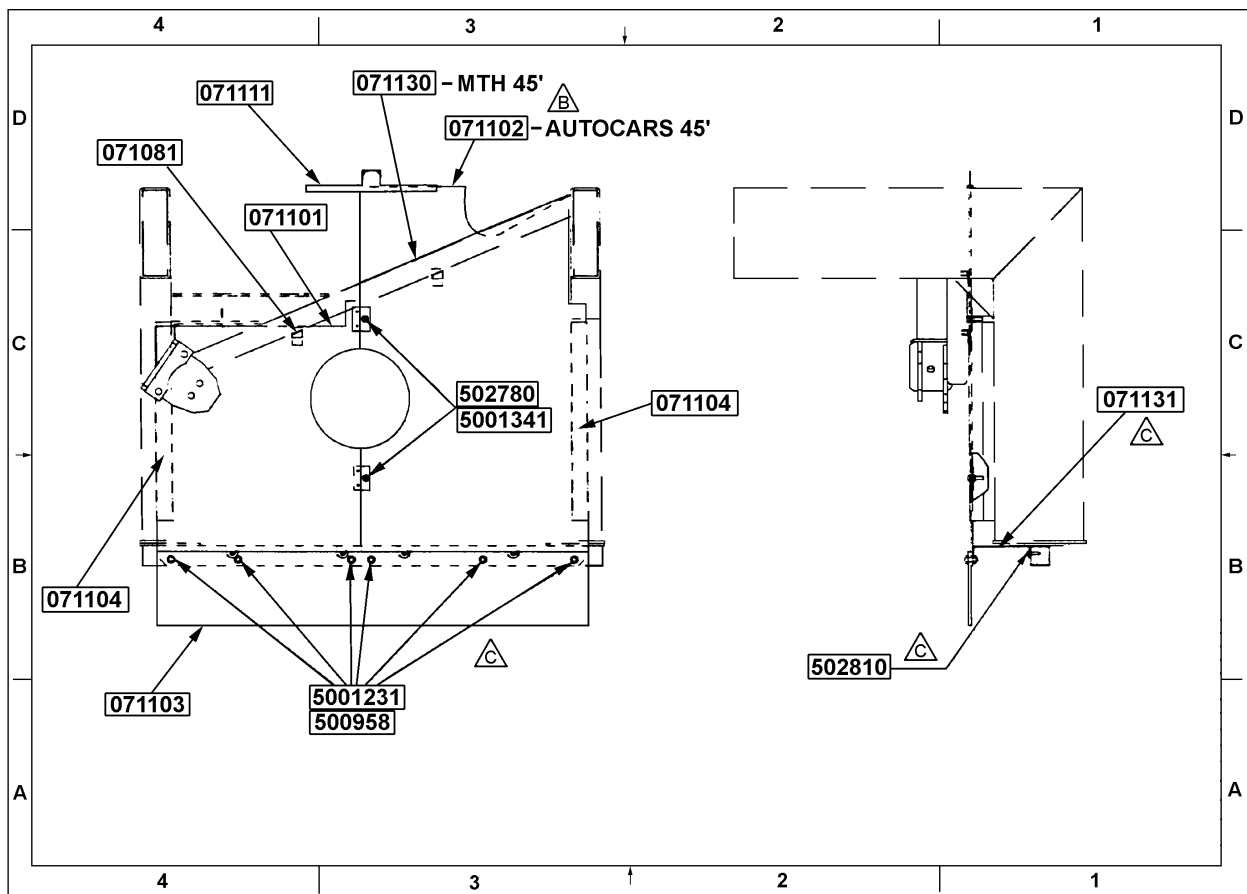
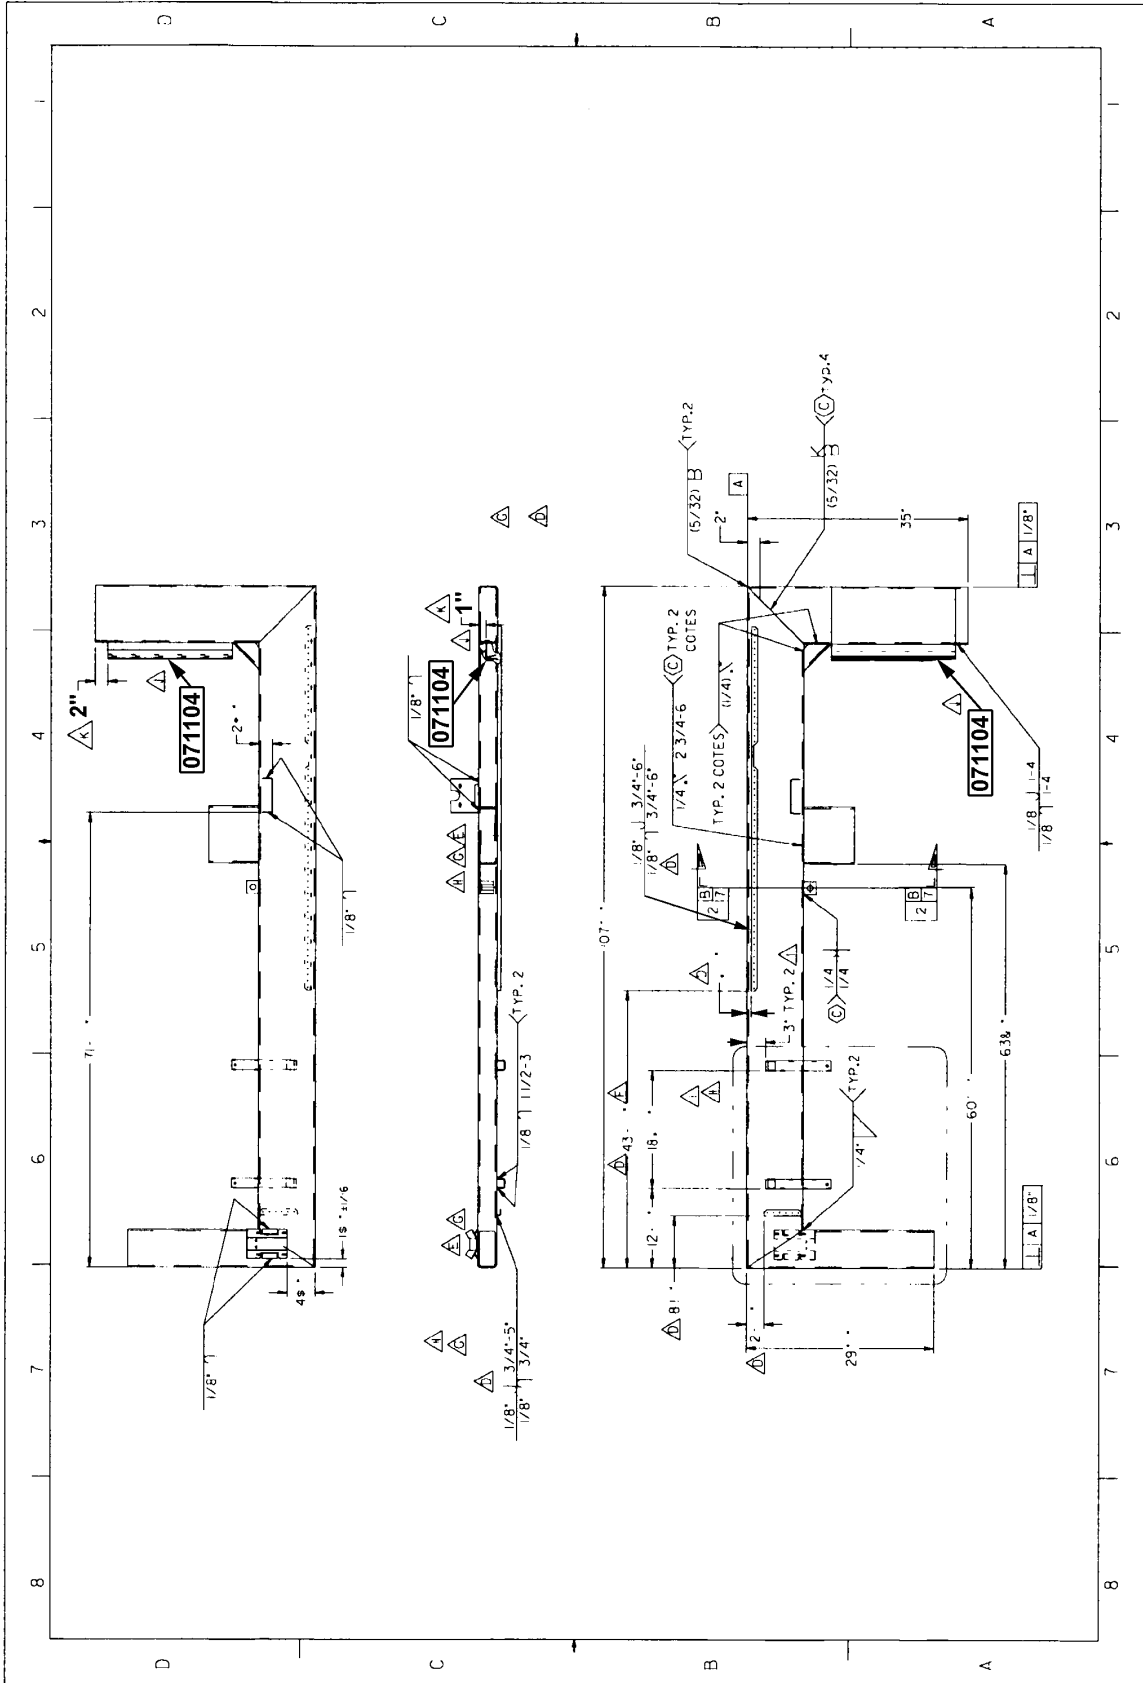
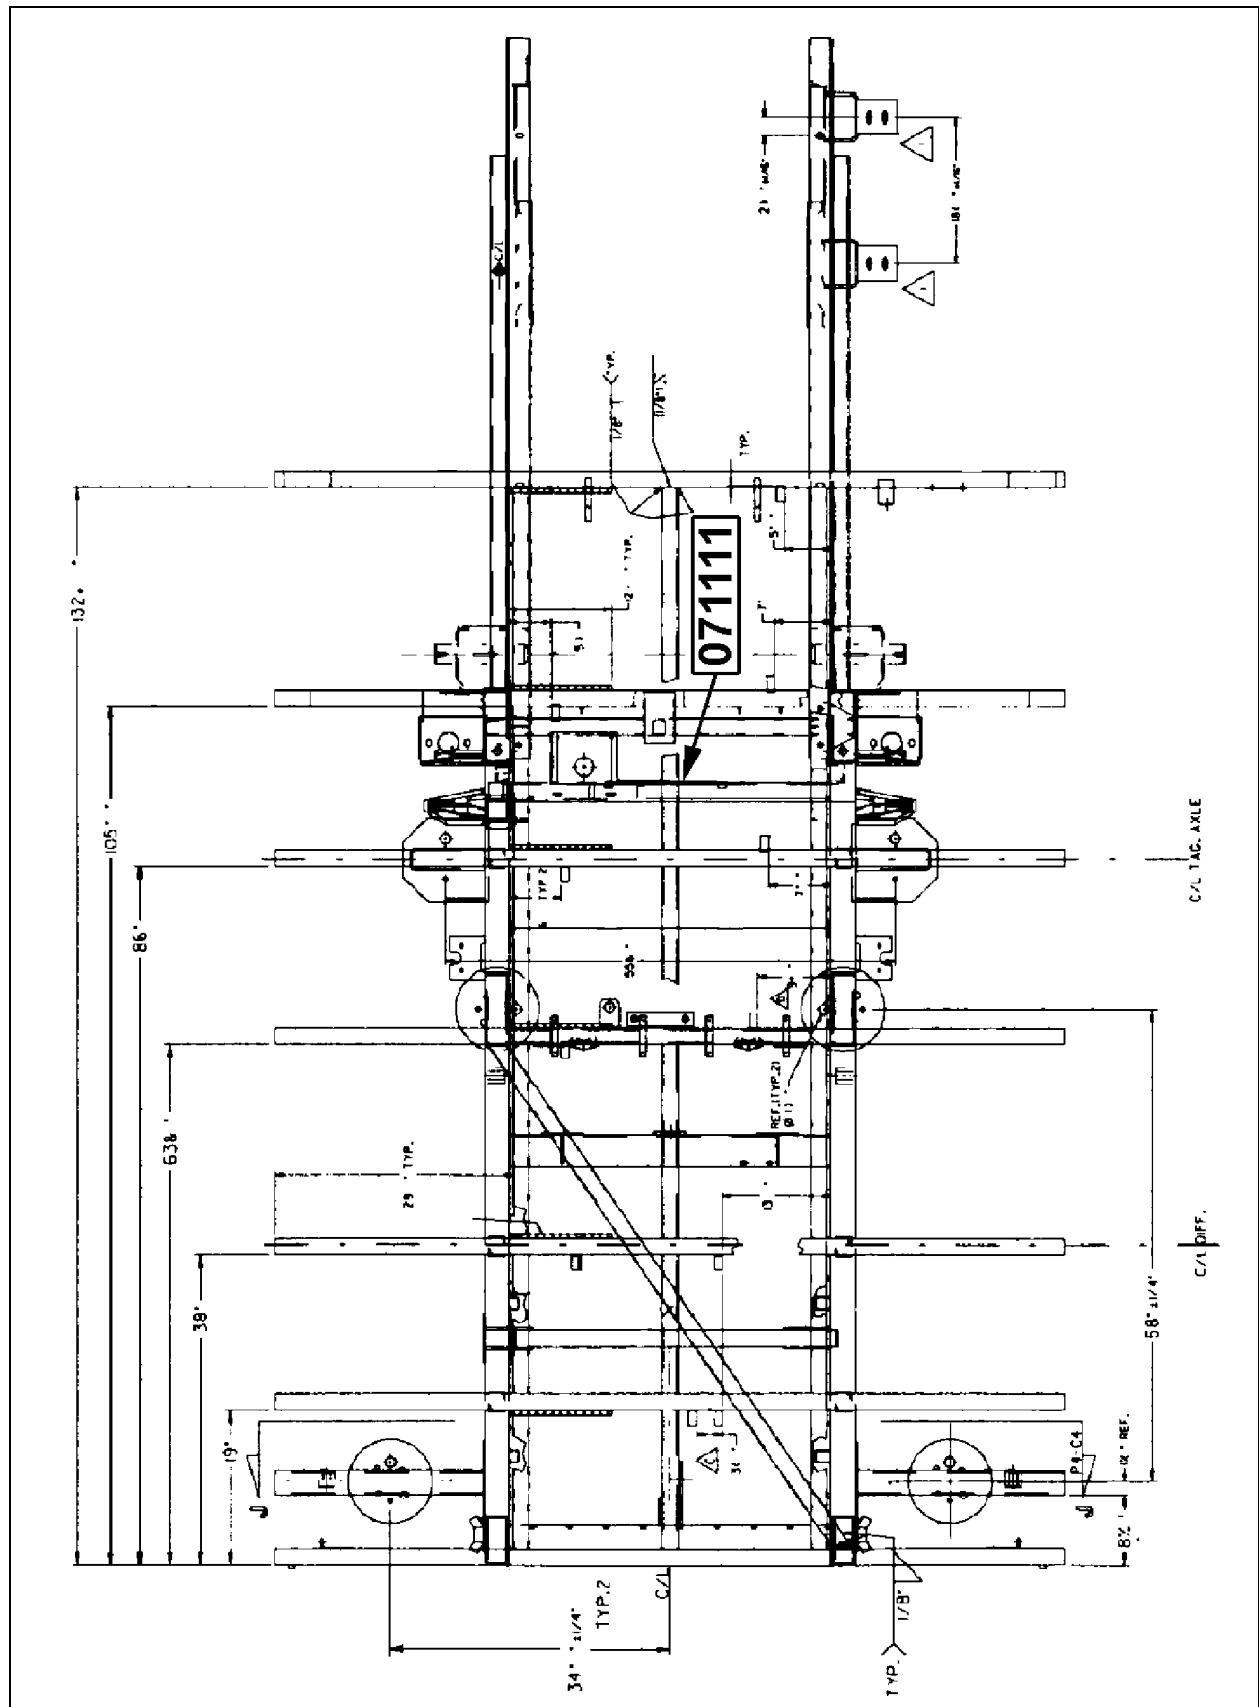

FIGURE 1 : PANNEAUX DE PROTECTION DE LA TRANSMISSION POUR LES VÉHICULES DE SÉRIE XL
FIGURE 3 : INSTALLATION DU SUPPORT LATÉRAL DROIT SUR LE LONGERON
FIGURE 5 : INSTALLATION DU SUPPORT (PRÉVOST #071111) SUR LE SOUS-CHÂSSIS ARRIÈRE
1. Souder les deux supports (Prévost #071081) sur la traverse en se référant aux cotes de soudure (voir figures 1 et 2). Souder les supports latéraux (Prévost #071104) sur les montants (voir figures 3 et 4). Laisser les soudures refroidir puis enlever les scories (résidus de soudure). Repeindre les surfaces.
2. Fixer le support (Prévost #071131) sur la traverse à l'aide des quatre vis (Prévost #502810). Glisser les panneaux de protection gauche (Prévost #071130) et droit (Prévost #071101) dans les supports latéraux suffisamment pour les soutenir par le haut à l'aide des deux supports (Prévost #071081). Fixer les deux panneaux à l'aide des deux vis (Prévost #502780) et rondelles (Prévost #5001341). Installer le panneau de protection de caoutchouc (Prévost #071103) et fixer l'ensemble comprenant le panneau (Prévost #071103), les panneaux de protection gauche et droit et le support (Prévost #071131) à l'aide des six vis (Prévost #5001231) et des rondelles (Prévost #500958) (voir figure 1).
1. Souder les deux supports (Prévost #071081) sur la traverse en se référant aux cotes de soudure (voir figures 1 et 2). Souder les supports latéraux (Prévost #071104) sur les montants (voir figures 3 et 4). Souder le support (Prévost #071111) au plafond du sous-châssis arrière (voir figure 5). Laisser les soudures refroidir puis enlever les scories (résidus de soudure). Repeindre les surfaces.
2. Fixer le support (Prévost #071131) sur la traverse à l'aide des quatre vis (Prévost #502810). Glisser les panneaux de protection gauche (Prévost #071102) et droit (Prévost #071101) dans les supports latéraux suffisamment pour les soutenir par le haut à l'aide des deux supports (Prévost #071081) et insérer le haut du panneau de protection gauche dans la languette du support (Prévost #071111). Fixer les deux panneaux à l'aide des deux vis (Prévost #502780) et rondelles (Prévost #5001341). Installer le panneau de protection de caoutchouc (Prévost #071103) et fixer l'ensemble comprenant le panneau (Prévost #071103), les panneaux de protection gauche et droit et le support (Prévost #071131) à l'aide des six vis (Prévost #5001231) et des rondelles (Prévost #500958) (voir figure 1).